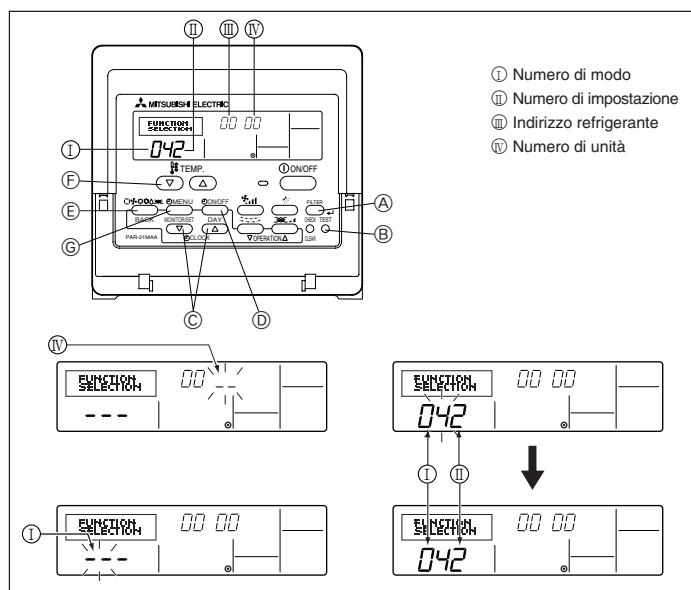

Fig. 6-8
1) Per il comando a distanza con filo (Fig. 6-8)